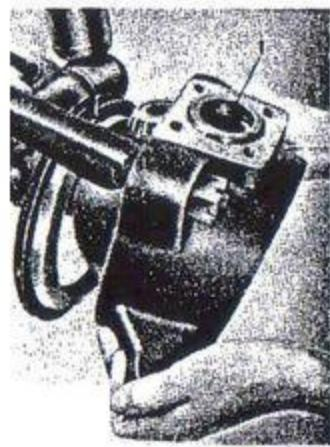

Bild 107. Demontering av spindelhållare.
6. Demontera övre och nedre locket på spindelhållaren och tag ut justermellanläggen. Driv spindelhållaren nedåt så att övre lagrets ytterring (1 bild 107) pressas ut ca 5 mm ovanför planet för locket. Lyft därefter spindelhållaren och driv den uppåt så att nedre lagrets ytterring pressas ut på motsvarande sätt. Lyft bort spindelhållaren enligt bild 107.